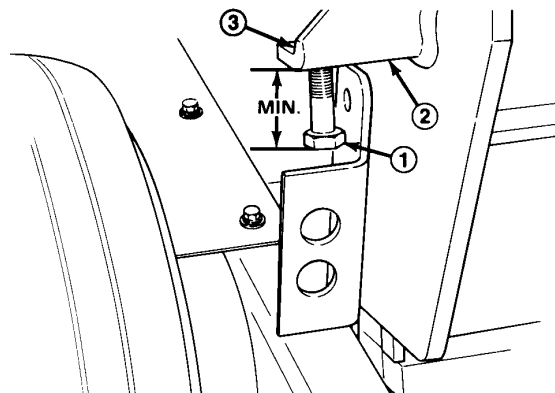

Figure 11
2. Serrer l'écrou de blocage en haut de la patte de réglage (Fig. 11).
3. Visser la vis de réglage dans la patte pour augmenter la profondeur d'aération; la dévisser pour diminuer la profondeur (Fig. 11).